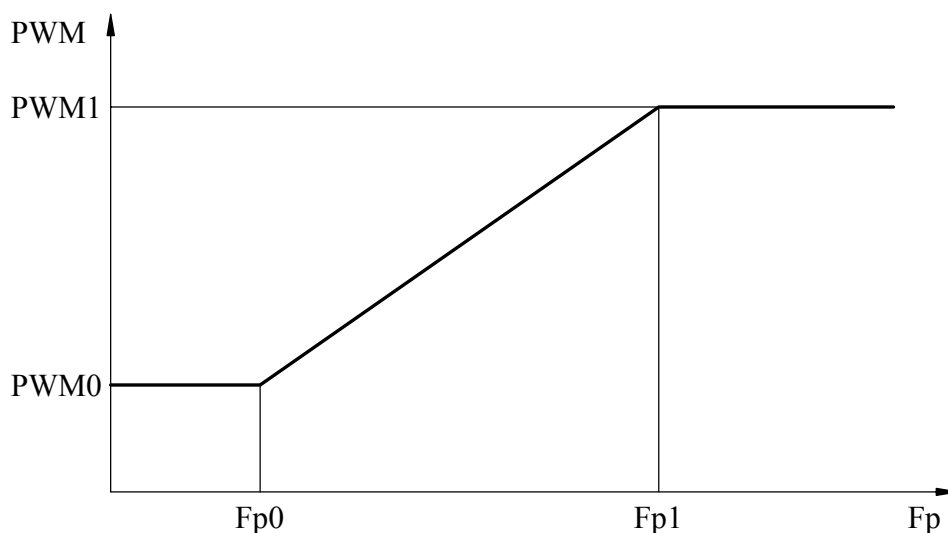

Рис. 7. Зависимость выходного относительного напряжения от частоты и табличных параметров.
3.8.9. Тип 4 – параметры кривой выходного относительного напряжения ($PWM=f(Fr)$) (рис.7).